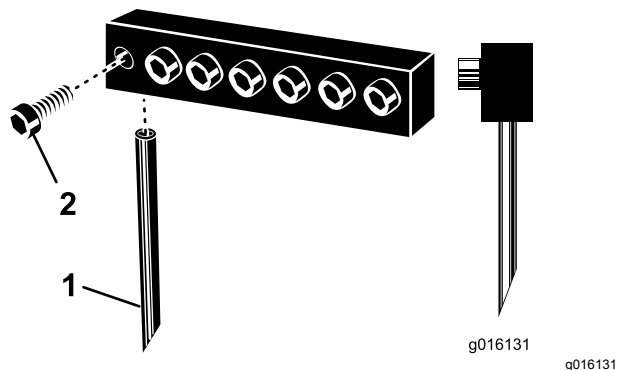

Figura 30
3. Desaperte as cavilhas de vedação e retire os dentes previamente utilizados (Figura 30).
Nota: Os dentes ocios devem ser posicionados com a ranhura de ejeção voltada para trás, ao passo que os dentes sólidos devem ter o ângulo da ponta do dente voltado para a máquina (Figura 30).